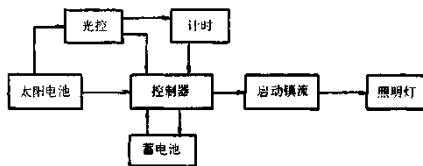

图 3 - 61 ZD1 - Y18 × 2 型太阳能路灯原理框图
②ZD1 - Y18 × 2 型太阳能路灯。ZD1 - Y18 × 2 型太阳能路灯是为偏远、缺电和无电地区的户外照明专门设计的。它也可以安装在广场、停车场、高尔夫球场、车站、码头、牧场、城市的街道和野外别墅的道路两旁。特别适用于一些特殊场合,如高山、海岛和高速公路等。它无需架设输电线路,无需专人控制和管理,是理想的户外照明灯具。
A. ZD1 - Y18 × 2 型太阳能路灯系统原理框图;见图 3 - 61。